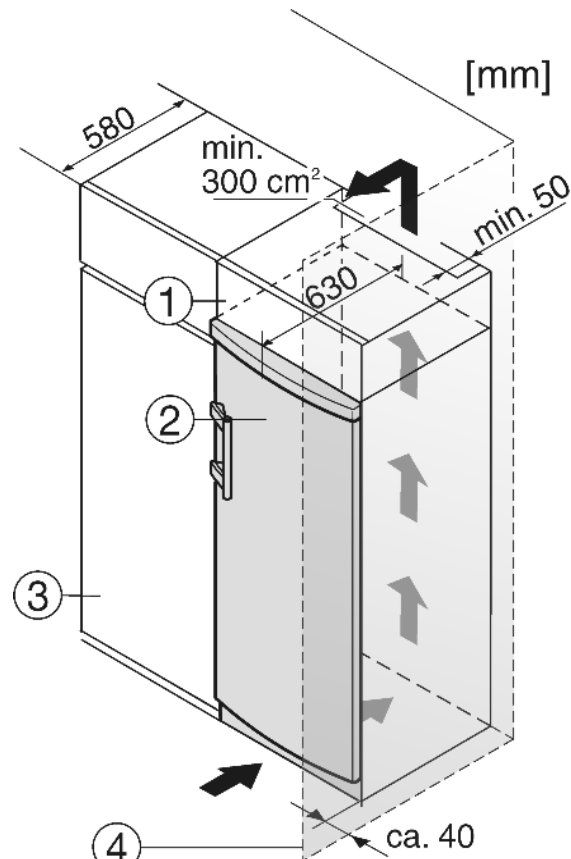

Fig. 8
- (1) Élément haut
- (2) Appareil
- (3) Placard de cuisine
- (4) Mur
L'appareil peut être entouré de meubles de cuisine. Pour adapter l'appareil Fig. 8 (2) à la hauteur des placards de la cuisine intégrée, on peut placer un élément haut Fig. 8 (1) au-dessus de l'appareil.
Lors de la transformation avec des placards de cuisine (profond. max. 580 mm) l'appareil peut être placé directement à côté du placard Fig. 8 (3). La porte de l'appareil saillit latéralement de 34 mm et au milieu de l'appareil de 50 mm par rapport à la face avant du placard de cuisine. Ainsi, elle se laisse ouvrir et fermer sans problèmes.
Si l'appareil est installé avec les charnières à côté d'un mur Fig. 8 (4), la distance entre l'appareil et le mur doit être de 40 mm min. Ceci correspond à la saillie de la poignée lorsque la porte est ouverte.